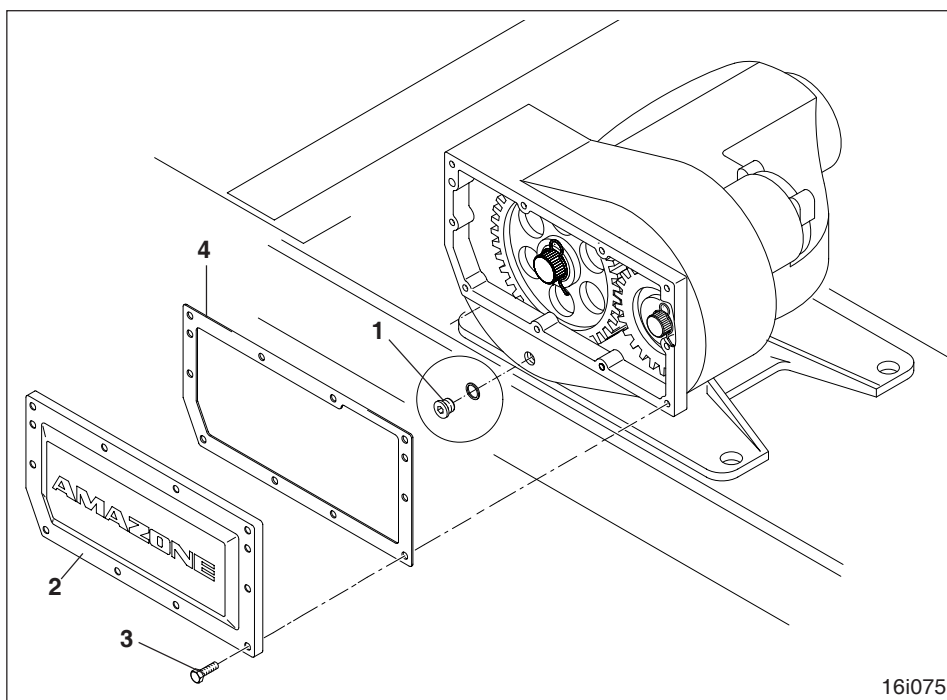

Fig. 9.7
Zum Austausch der Wechselzahnräder im Wechselradhauptgetriebe (Fig. 9.7)
Es besteht auch die Möglichkeit, den Ölspiegel durch Ablassen des Getriebeöles an der Ölablaßschraube (Fig. 9.7/1) zu sen-
1. **Vor dem Entfernen des Getriebedeckels (Fig. 9.7/2) Schlepperzapfwelle ausschalten, Schleppermotor abschalten und Zündschlüssel abziehen!**
- Getriebedeckel (Fig. 9.7/2) nach dem Entfernen der Skt.-Schrauben (Fig. 9.7/3) vom Getriebegehäuse abnehmen.
- Getriebedeckel (Fig. 9.7/2) mit Deckeldichtung (Fig. 9.7/4) schließen und am Getriebegehäuse anschrauben.